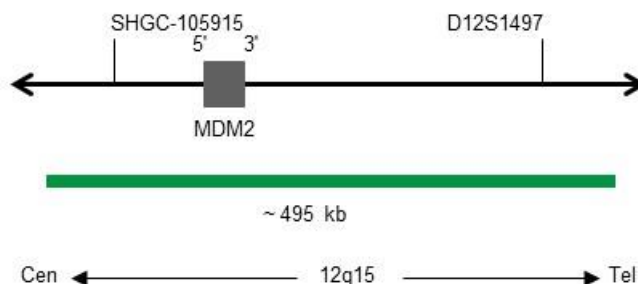

Fig. 1 : Carte de la sonde SPEC MDM2 (pas à l'échelle)
- Polynucléotides marqués au ZyGreen (excitation 503 nm/émission 528 nm) (~10,0 ng/ μ l), qui ciblent des séquences cartographiées en 12q15* (chr12:69,071,802-69,565,421) hébergeant la région du gène MDM2 (voir figure 1).
- Polynucléotides marqués au ZyOrange (excitation 547 nm/émission 572 nm) (~1,5 ng/ μ l), qui ciblent des séquences cartographiées dans 12p11.1-q11 spécifiques de la région centromérique satellite alpha D12Z3 du chromosome 12 (voir figure 1).